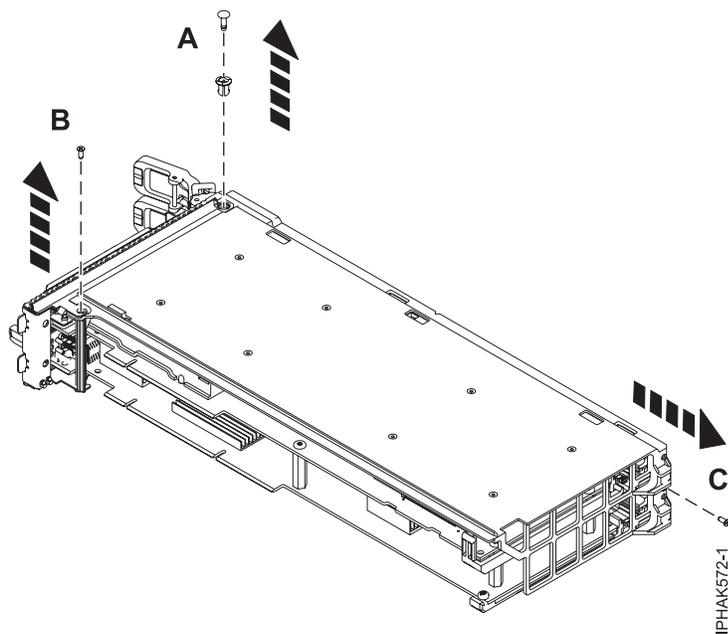

Figura 68. Removendo a tacha e os parafusos
3. Remova a tacha (A) da parte superior do conjunto do cassete pelo suporte sobre trilhos. Consulte Figura 68 na página 81.
4. Remova o parafuso (B) da parte inferior do suporte sobre trilhos. Consulte Figura 68.
5. Remova o parafuso (C) da parte traseira do conjunto do cassete. Consulte Figura 68.